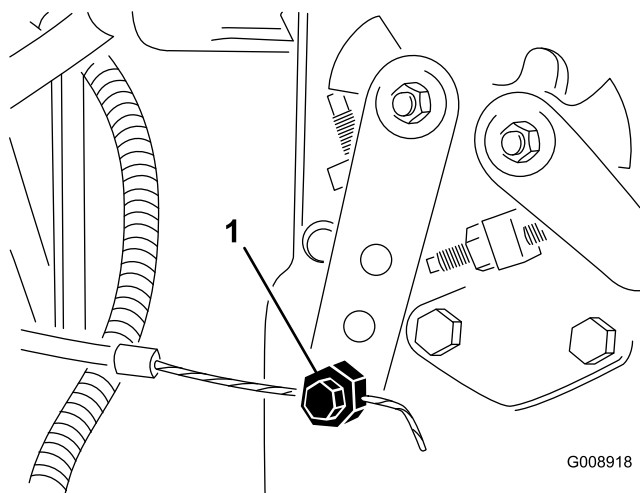

图74
2. 拧松油门拉索接头，接头位于喷射泵控制杆臂（图74）上。